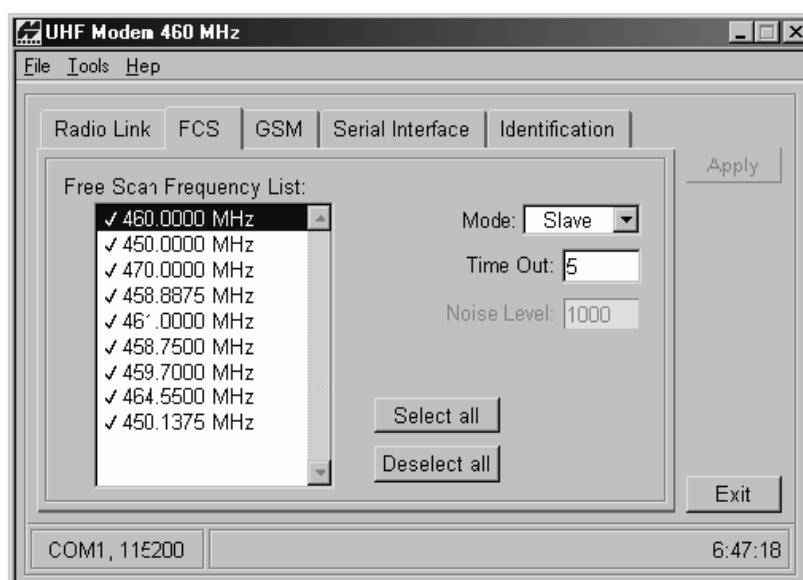

Рисунок 2-26 Пример выбора параметров FCS для подвижной станции
2. На вкладке *FCS* установите перечисленные ниже параметры радиомодема подвижной станции (см. рис. 2-26 на стр.2-36):